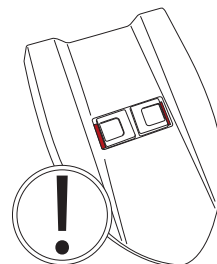

Fig.20
- Trykk på lokket til du merker at de to glidelukningene på oppsamlingstanken festes. De to lukningene skal begge bevege seg mot utsiden av lokket (fig. 20).
Lokket er korrekt installert når bakgrunnen med RØD farge **IKKE** er synlig på plassene til de to lukningene (fig. 20).